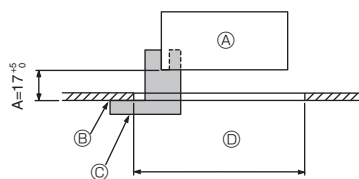
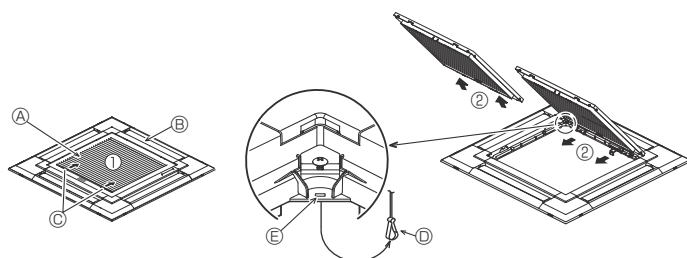
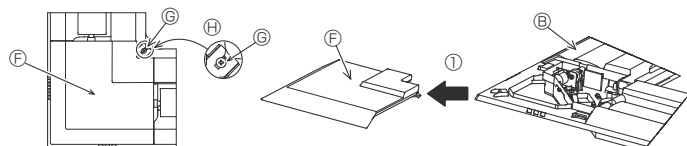

Fig. 9-2
Fig. 9-3
Fig. 9-4
①	Gitter	1	950 × 950 (mm)
②	Installationsmessgerät	1	(In 4 Teile unterteilt)
③	Schraube (4 × 16)	1	für PLP-6EAE, PLP-6EALME, PLP-6EALME
④	Eckplatte für den i-see sensor	1	für PLP-6EAE, PLP-6EALME, PLP-6EALME
⑤	Drahtlose Fernbedienung	1	für PLP-6EALM, PLP-6EALME
⑥	Fernbedienungshalter	1	Im Lieferumfang enthalten, wenn die drahtlose Fernbedienung vorhanden ist.
⑦	LR6-AA-Batterien	2	Im Lieferumfang enthalten, wenn die drahtlose Fernbedienung vorhanden ist.
⑧	3,5 × 16 Gewindefschneidenschrauben	2	Im Lieferumfang enthalten, wenn die drahtlose Fernbedienung vorhanden ist.
9.2. Vorbereitung zum Anbringen des Gitters (Fig. 9-2)
• Mit der mit diesem Bausatz gelieferten Lehre ② die Position des Hauptgeräts im Verhältnis zur Deckenoberfläche überprüfen. Wenn das Hauptgerät im Verhältnis zur Deckenoberfläche nicht richtig positioniert wird, kann Luft austreten, oder es kann sich Kondensationsflüssigkeit ansammeln.
- Ⓒ Installationsmessgerät ② (in das Hauptgerät eingeführt)
9.2.1. Das Ansauggitter abnehmen (Fig. 9-3)
• Zum Öffnen des Ansauggitters die Hebel in die Richtung, die durch Pfeil ① gekennzeichnet ist, schieben.
• Das Scharnier des Ansauggitters bei geöffnetem Ansauggitter (Position „offen“) vom Gitter wie durch Pfeil ② gekennzeichnet, abnehmen.
9.2.2. Die Eckplatte abnehmen (Fig. 9-4)
• Die 4 Schrauben an der Ecke lösen. Die Eckplatte in Pfeilrichtung ① in der Abbildung schieben und die Eckblende abnehmen.
[Fig.9-3] [Fig.9-4]